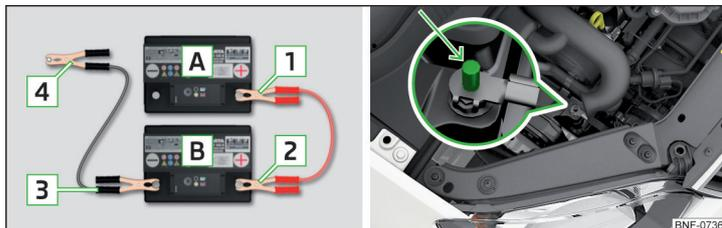

Fig. 125 Démarrage assisté : A - batterie déchargée, B - batterie fournissant le courant / point de masse du moteur
- Fixez la borne 1 sur le pôle positif de la batterie déchargée [A] » fig. 125.
Sur les véhicules équipés du système STOP & START, le câble de démarrage assisté doit être raccordé exclusivement au point de masse du moteur » fig. 125.